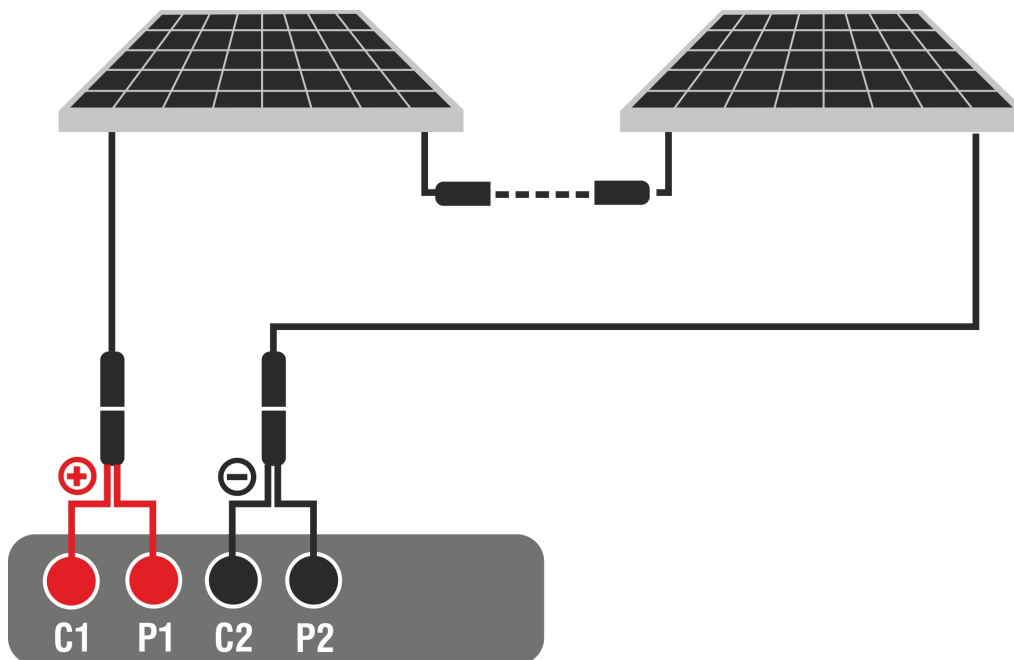

Abb. 13: Verbindung des Instruments in der Funktion DMM
2. Schließen Sie das Instrument an den zu testenden PV-String an, wie in Abb. 13